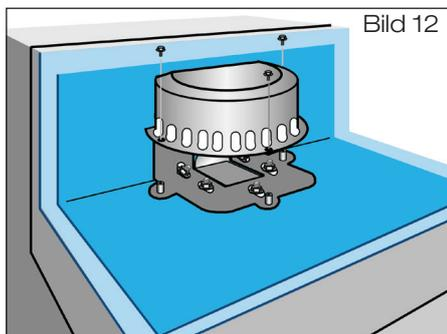

Bild 12
- 2.6 Halbrunde Haube mit beiliegenden Befestigungsschrauben mit Losflansch verschrauben (Bild 12).